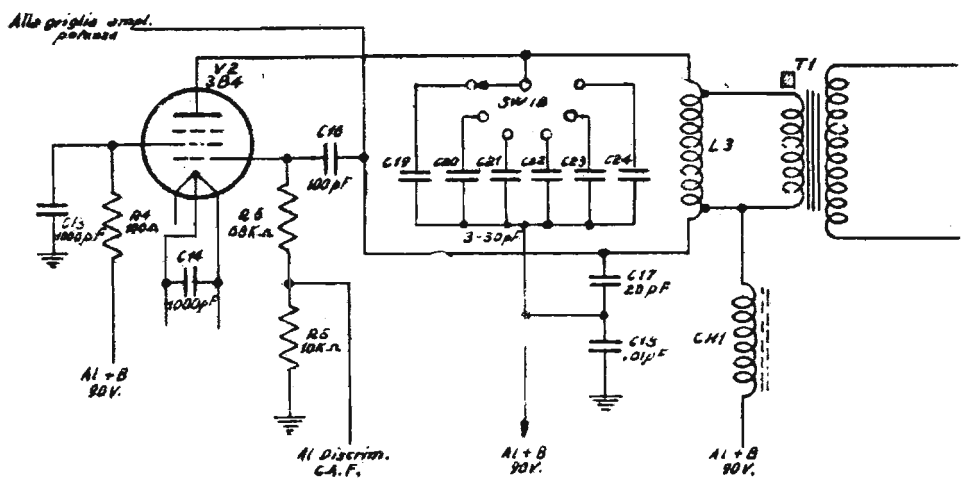

Fig. 6 - Oscillatore pilota
a) Oscillatore pilota - V 2 (fig. 6)